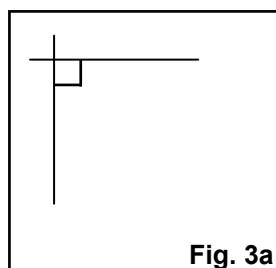
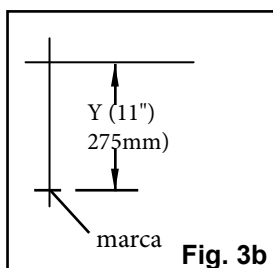
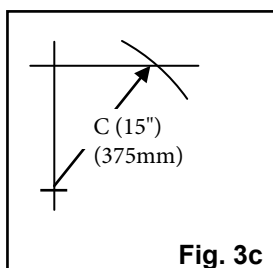
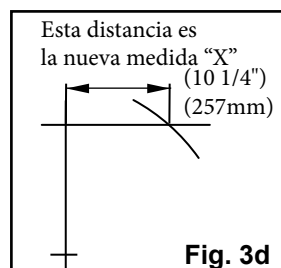

Fig. 3a
Fig. 3b
Fig. 3c
Fig. 3d
3. **Determine la medida final.** En una superficie vertical plana, con un nivel, trace una línea horizontal y una vertical creando un triángulo rectángulo (Fig. 3a). Mida desde la intersección en la medida "Y" establecida y marque (Fig 3b). Con la cinta mida comenzando en la marca "Y" modificada, mueva la cinta a lo largo de la línea de "X" y marque la medida "C" donde cruza la línea "X" (Fig. 3c). Mida desde la intersección hacia la intersección "C" y esta será su nueva medida "X" (Fig. 3d).